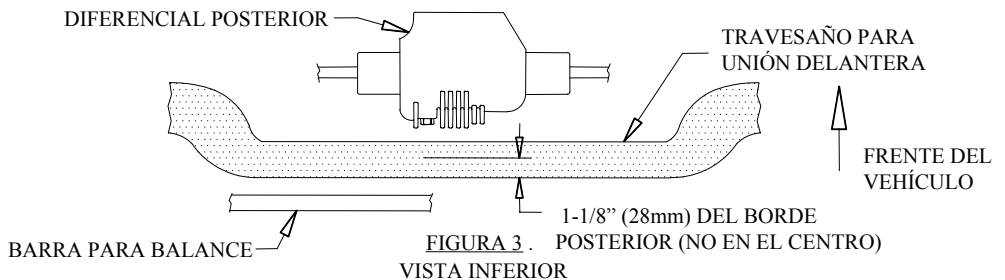

FIGURA 3 . POSTERIOR (NO EN EL CENTRO)
3. MIDA 1-1/8" HACIA ADELANTE DESDE EL BORDE POSTERIOR DEL TRAVESAÑO DELANTERO Y MARQUE UNA LÍNEA CERCA DEL CENTRO COMO SE MUESTRA EN LA FIGURA 3. (LA LÍNEA NO SE CENTRA EN EL TRAVESAÑO)